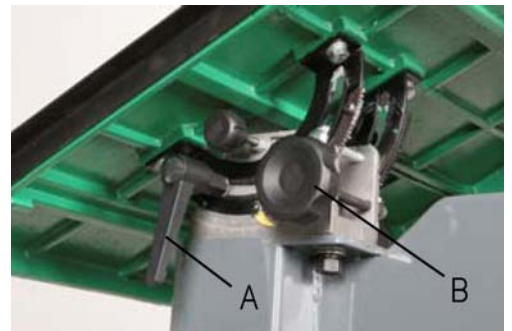

Fig. 9 : Inclinaison de la table
1. Commencez par desserrer le levier de serrage (fig. 9, A).
2. Réglez la table sous l'angle souhaité au moyen du bouton rotatif (fig. 9, B). L'échelle graduée vous permet de voir l'angle d'inclinaison.
3. Pour terminer, resserrez le levier de serrage (fig. 9, A) pour fixer la position de la table.